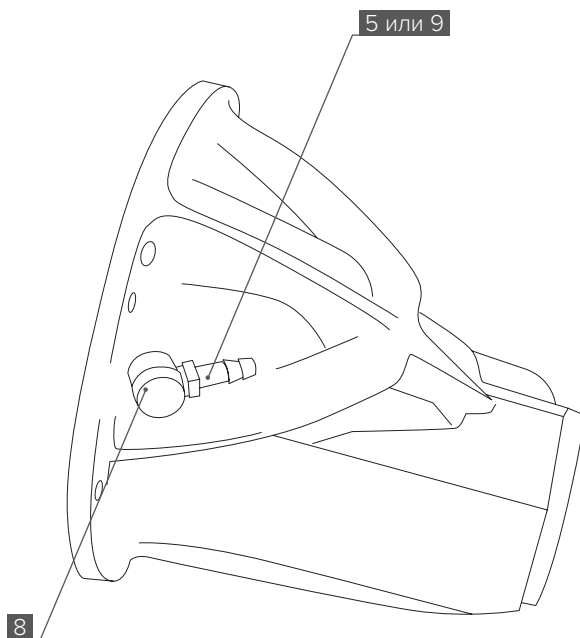

Рис. 3
2. Установите в отверстие картера моста штуцер ввода воздуха в мост [8]. Затяните фитинг ключом на 17 (Рис. 3).
3. В зависимости от используемой трубки подключения установите фитинг прямой [5] или штуцер-«ёлочка» [9] в штуцер ввода воздуха в мост [8] с внешней стороны картера моста (Рис. 3).